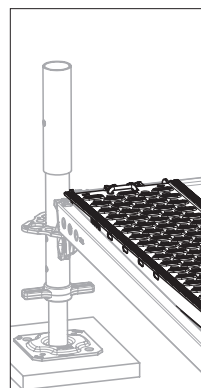
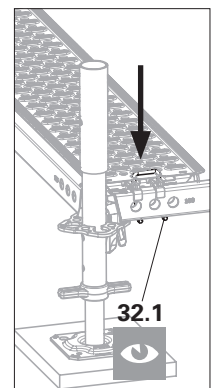

Fig. A1.07a
Fig. A1.07d
3. I fermi anti-sollevamento (**32.1**) scendono sotto la traversa e fissano l'impalcato. (Fig. A1.07a – Fig. A1.07d)
Se non è così, sollevare leggermente l'impalcato e farlo cadere in posizione, o innestare il fermo anti-sollevamento manualmente. (Fig. A1.07d)